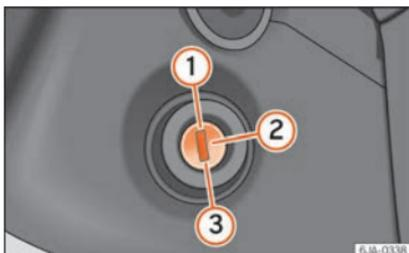

Fig. 211 Posizioni della chiave di accensione.
- Durante la marcia a motore spento, la chiave dell'accensione deve essere sempre in posizione ② »» fig. 211 »» pag. 207 [accensione inserita]. Questa posizione viene segnalata dall'accendersi delle spie di controllo. In caso contrario, lo sterzo potrebbe bloccarsi inaspettatamente - Pericolo di incidente!
- Il motorino di avviamento è azionabile (posizione della chiave nel quadro ③ »» fig. 211 »» pag. 207) solo a motore fermo. Se il motorino di avviamento viene azionato a motore acceso, potrebbe danneggiarsi.
- Schiacciare a fondo il pedale della frizione e avviare il motore **3** »» fig. 211 »» pag. 207, senza schiacciare il pedale dell'acceleratore. Tenere premuto il pedale della frizione fino a quando il motore non si sia messo in moto.
Spegnere il motore, girando la chiave dell'accensione fino alla posizione **1** »» fig. 211 »» pag. 207.